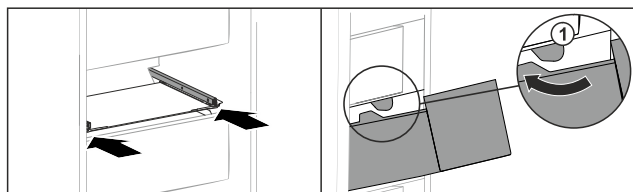

Fig. 156
- ▶ Ved'te zásuvku podél zarážek Fig. 156 (1).